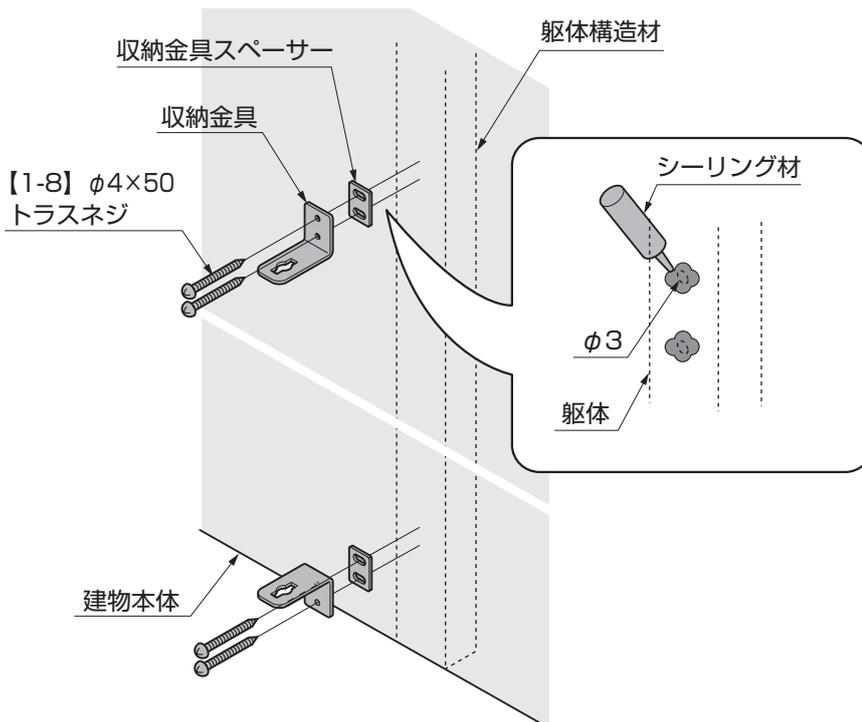

図7-8
③収納金具、収納金具スペーサーを補助柱上部・下部の間隔に合わせて、建物本体に取付けてください。(図7-8参照)